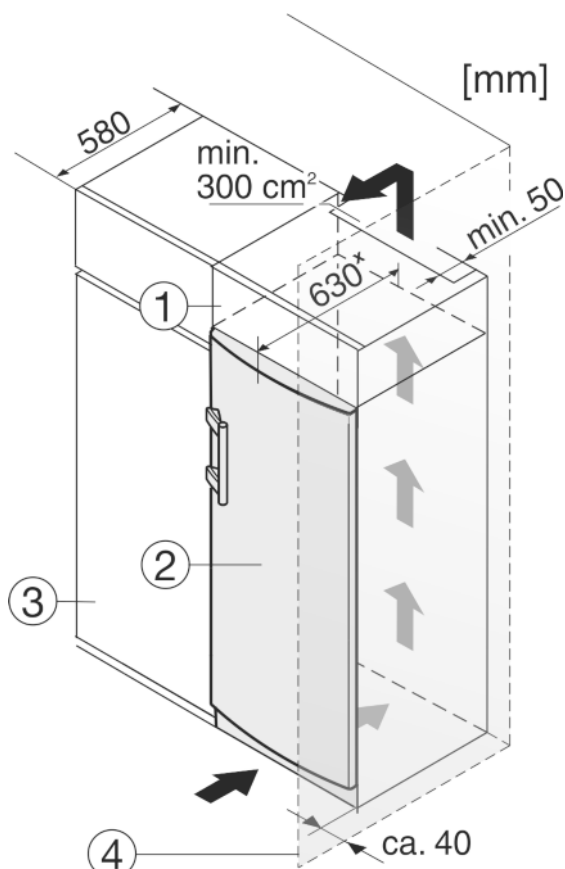

Fig. 12
- (1) Mobile da appoggio
- (2) Apparecchio
- (3) Mobile da cucina
- (4) Parete
L'apparecchio può essere incassato in mobili da cucina. Per adattare l'apparecchio Fig. 12 (2) all'altezza della cucina componibile, è possibile applicare sopra l'apparecchio un mobile da appoggio Fig. 12 (1).
Si la cocina posee armarios (profundidad máx. 580 mm), el aparato se puede colocar directamente junto al armario de cocina Fig. 12 (3). El aparato sobresale 34 mm * por los lados y 50 mm * en el centro del aparato respecto al frente del armario de cocina.
Se l'apparecchio con cerniere viene installato accanto ad una parete Fig. 12 (4), la distanza minima fra l'apparecchio e la parete deve essere almeno di 40 mm, che corrisponde alla sporgenza della maniglia con la porta aperta.